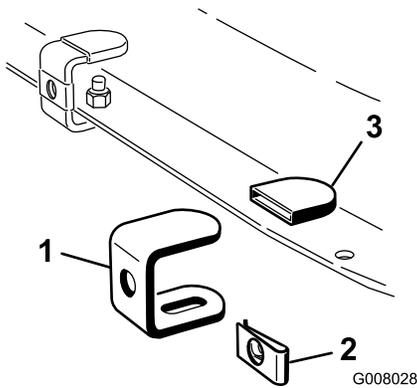

Bild 1
1. Montieren Sie die drei Halterungen wie in (Bild 1) gezeigt mit Hilfe von drei Gummikappen, drei Blechmuttern und drei Halterungen.